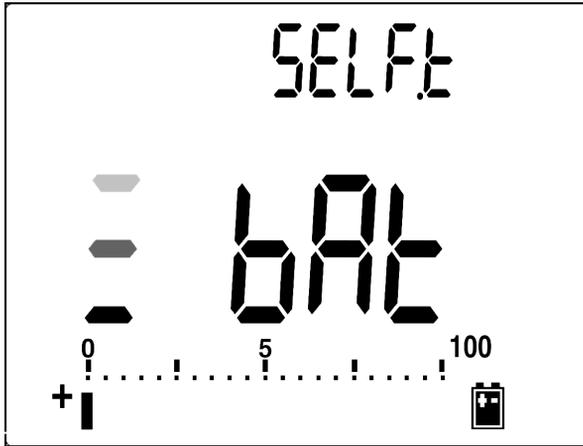

Figura 5-3 Prueba automática
- 5 Tras presionar el botón **SHIFT** o de inicio automático, el medidor realizará una prueba automática para controlar si la batería es recargable o no. La prueba automática demora entre 2 y 3 minutos. Trate de no presionar ningún botón durante la prueba. Aparece un mensaje como se muestra en la **Figura 5-3**.